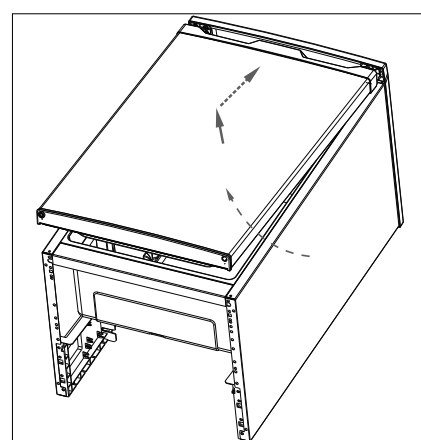

Fig. 11
- ▶ Réinstallez la porte sur le congélateur en la poussant légèrement inclinée du bas vers le haut (fig. 11). Veillez ce faisant à ce que le tenon de la charnière supérieure se trouve dans la douille de charnière du côté supérieur de la porte du congélateur et que le joint ferme hermétiquement sur le bord du caisson.